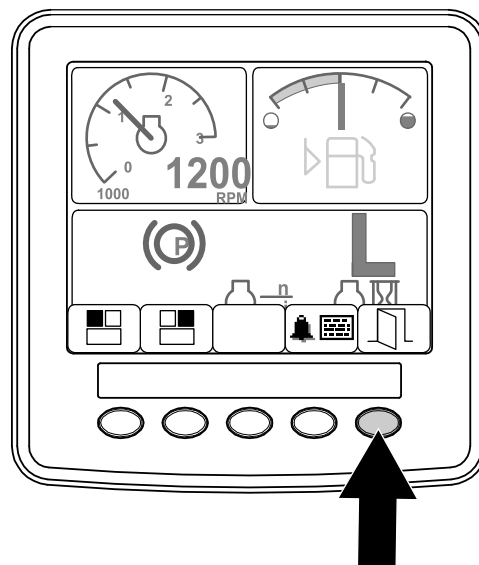

Bild 8
2. Halten Sie die Taste 5 gedrückt, um auf das HAUPTMENÜ zuzugreifen (Bild 8).